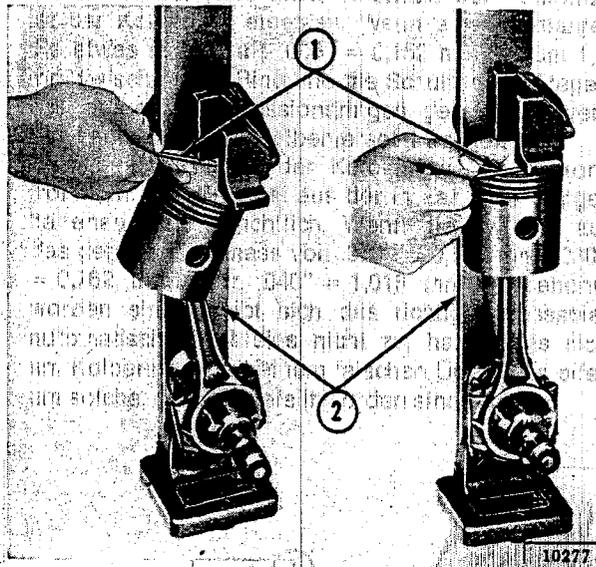

Fig. D-11 Prüfen der Ausrichtung von Pleuel mit Kolben
- Nun ist erneut zu prüfen, ob Kolben und Pleuel noch ausgerichtet sind – siehe Fig. D-11.